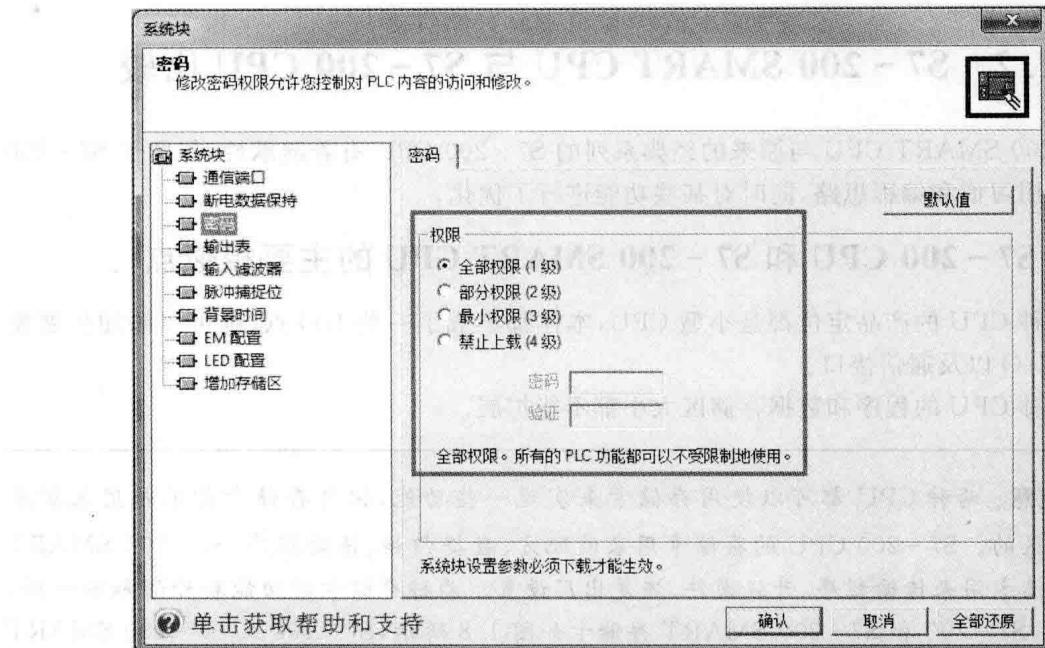
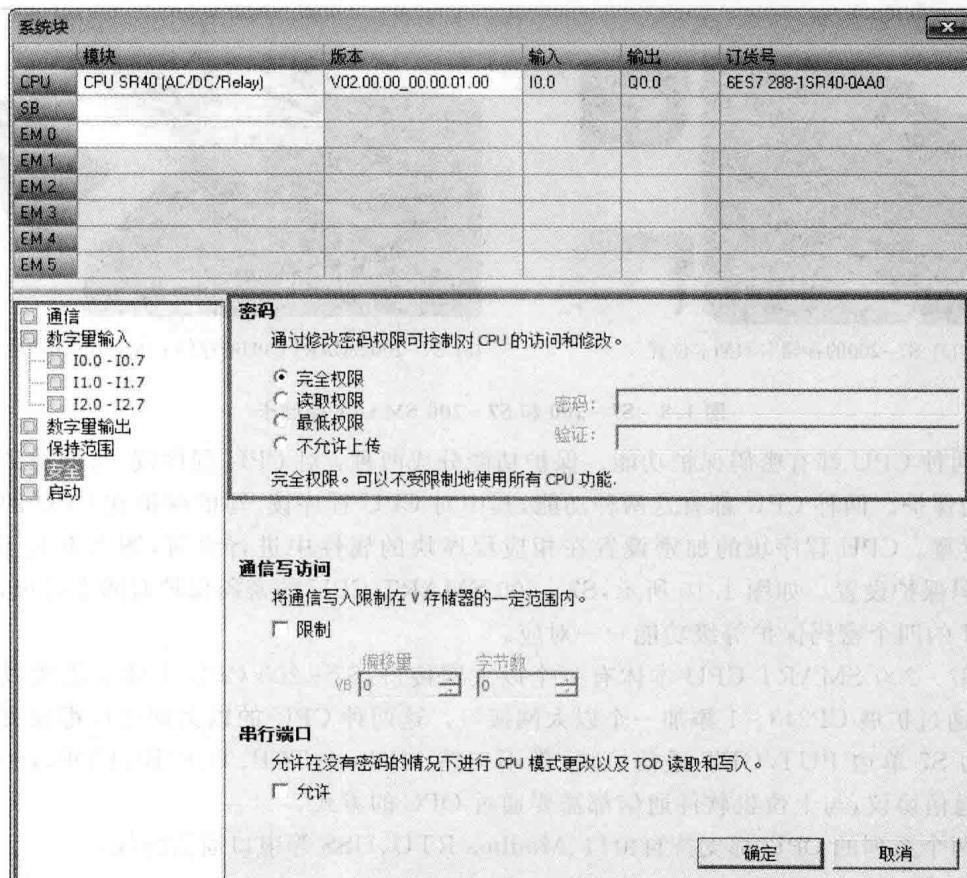

图 1.9 S7-200 CPU 密码保护设置
图 1.10 S7-200 SMART CPU 密码保护设置
- ③ 两种 CPU 都有密码保护功能。保护功能分成两种:对 CPU 程序读/写的保护和程序块加密的保护。两种 CPU 都有这两种功能,其中对 CPU 程序读/写的保护在 CPU 的系统块里进行设置。CPU 程序块的加密设置在相应程序块的属性中进行设置,图 1.9 是 S7-200 CPU 密码保护设置。如图 1.10 所示,S7-200 SMART CPU 的密码保护有四个等级,与 S7-200 CPU 的四个密码保护等级功能一一对应。
④ S7-200 SMART CPU 本体有一个以太网接口,S7-200 CPU 本体不集成以太网接口,需要通过扩展 CP243-1 添加一个以太网接口。这两种 CPU 的以太网接口都仅支持西门子内部的 S7 单边 PUT/GET 通信协议,都不支持 Modbus/TCP、TCP/IP、UDP、ISO-on-TCP 等通信协议,与上位机软件通信都需要通过 OPC 的方式。
- ⑤ 两个系列的 CPU 都支持自由口、Modbus RTU、USS 等串口通信协议。